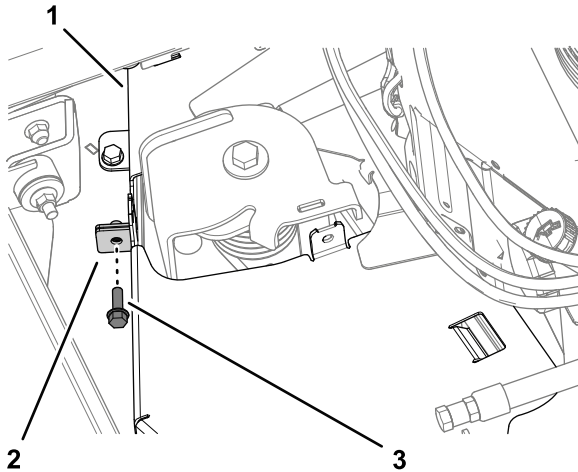

**Figura 45**
4. Montate la protezione del tendicinghia sul copricinghia sinistro con le 2 viti a testa flangiata rimosse in Rimozione del copricinghia sinistro (pagina 28) come mostrato nella Figura 45.